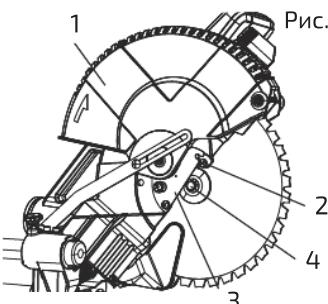

Рис. 46
(Рис. 46, 47, 48)
3. Поместить ключ диска на болт шпинделя (4) (рис. 46).
5. Повернуть защитную пластину (3) и нижний щиток диска (1) обратно в исходное положение (см. рис. 46).
6. Опустить щиток лезвия, установить на место винт защитной пластины (2) и затянуть его крестовой отверткой.
8. Убедиться, что кнопка блокировки шпинделя (5) не зажата, и диск может свободно вращаться.